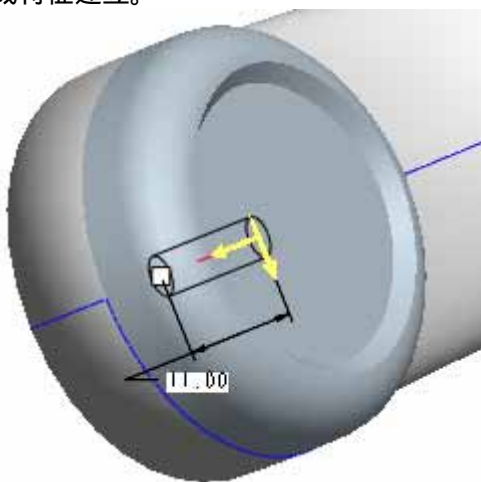

图 61-23
(4) 单击  按钮，完成草图绘制，调整特征生成方向为如图 61-23 所示。
(5) 单击  按钮，完成特征建立。